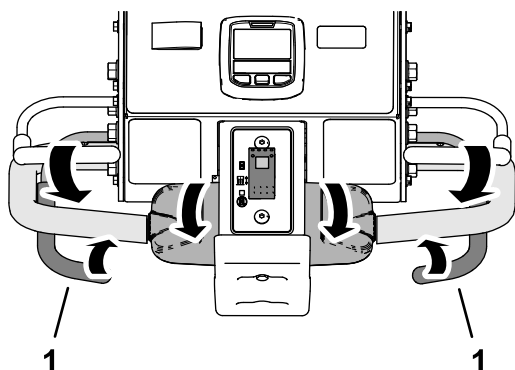

Рисунок 94
3. Прижмите к рукоятке либо левую, либо правую штангу аэрации (Рисунок 94).